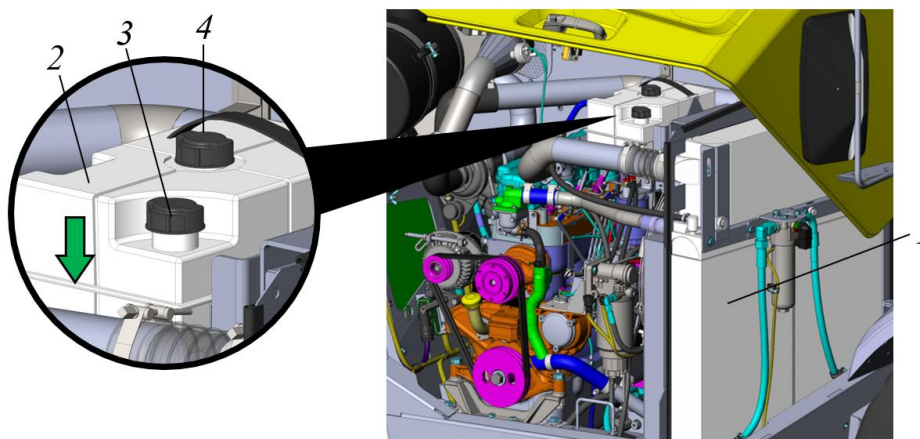

Рисунок 5.30. «Элементы системы охлаждения»
Расширительный бачок системы охлаждения двигателя входит в состав системы охлаждения двигателя и размещен в моторном отсеке, см. рис. 5.30. На корпусе бачка 2 установлены две крышки. Крышка по центру с клапаном поз. 4 закрывает наливную горловину бачка. Боковая крышка – заглушка поз. 3 закрывает дополнительное отверстие в бачке.
Нормальным считается уровень, когда жидкость доходит до середины высоты бачка (см. рис. 5.30 показано стрелкой).
- ▶ Осторожно приоткрыть крышку-клапан наливной горловины 4, рис. 5.30, повернув ее против направления часовой стрелки.
- ▶ Довести уровень охлаждающей жидкости до середины высоты расширительного бачка (на рис. 5.30 показано стрелкой).